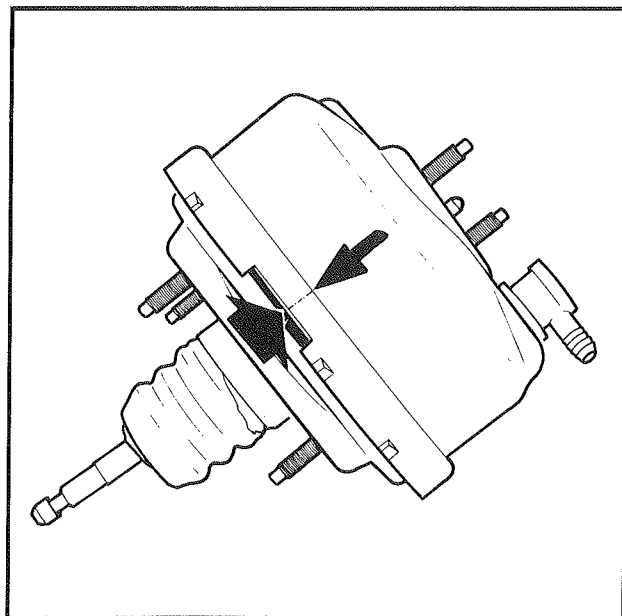

Fig. 2
- Avant tout démontage, procéder au **repérage** en position angulaire entre le **cylindre à air** et son **couvercle** de façon à permettre le réassemblage dans la même position qu'à l'origine (fig. 2).